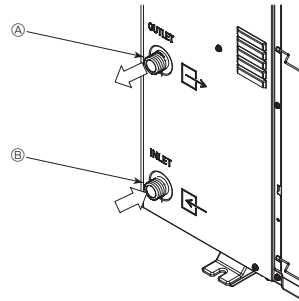

Fig. 6-1
### 6.1. Raccordement des tuyauteries d'eau (Fig. 6-1)
- Positionner les tuyaux d'entrée et de sortie comme le montre le Fig. 6-1.
[Fig. 6-1]